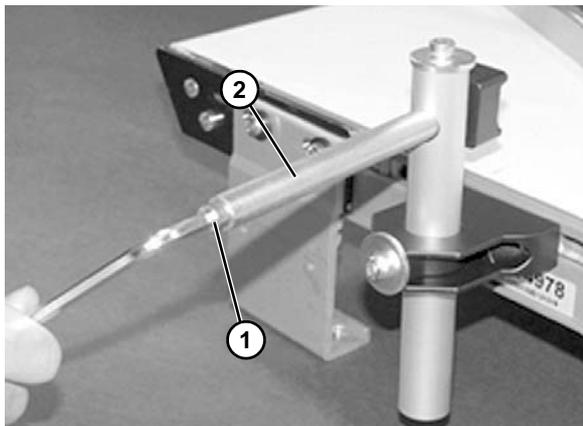
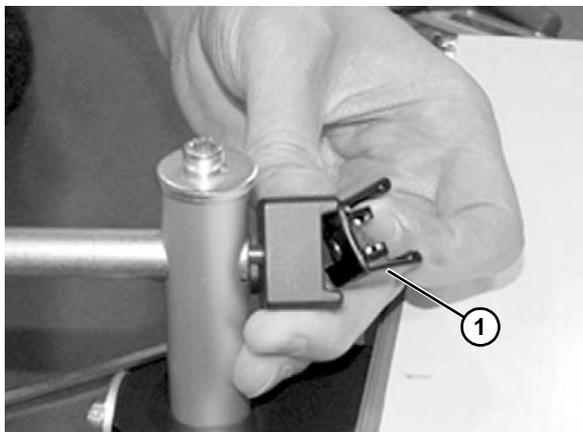
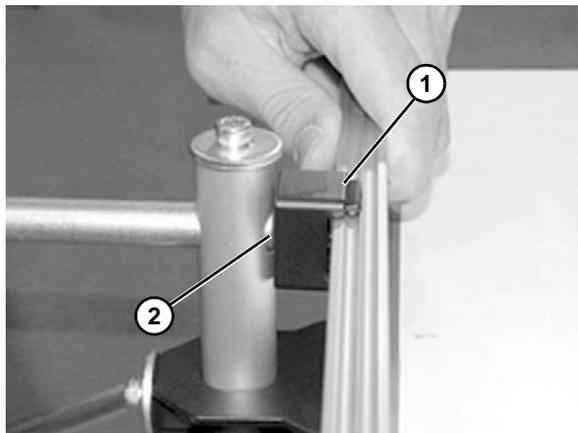

Figure 18
Figure 19
Figure 21
3. Desserrer la vis (**Figure 18, élément 1**) sur l'extrémité de l'axe (**Figure 18, élément 2**) afin de retirer l'attache (**Figure 19, élément 1**).
5. Assembler à nouveau l'attache (**Figure 21, élément 1**) et la fixer sur l'axe (**Figure 21, élément 2**). Serrer la vis (**Figure 18, élément 1**) à l'extrémité de l'axe.